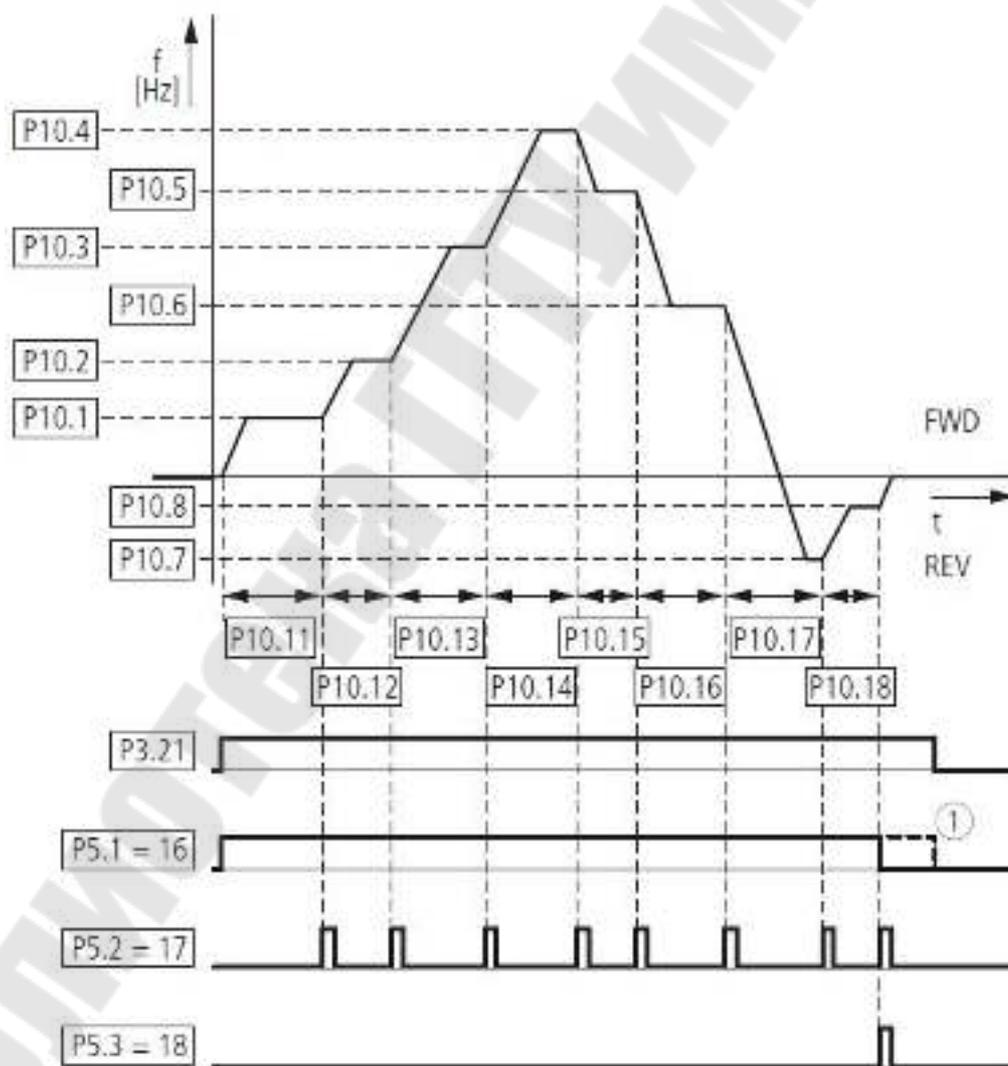

Рис. 3.1. Пример цикла работы АД
4. Подключите второй канал осциллографа к цифровому (DO) выходу ПЧ (клеммы 13, 20) и настройте функцию этого выхода для индикации завершения отдельной операции цикла (параметр P5.3).
5. Задайте цикл работы АД (например, как показано на рис. 3.1). Для этого с помощью параметров P10.1–P10.8 установить заданные преподавателем частоты вращения двигателя, а с помощью параметров P10.11–P10.18 – соответствующие заданным скоростям интервалы времени.